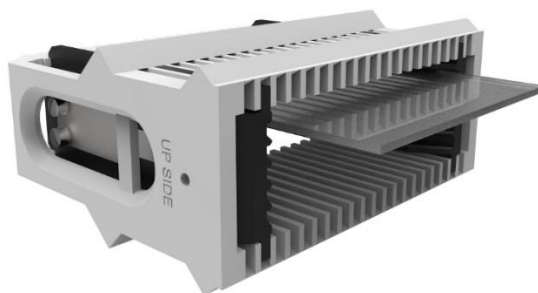

Figure 33 : Insertion d'une lame grand format dans le PANNORAMIC® 1000 panier
1. Si le bouton d'ouverture de porte (**Figure 33 – 1**) est allumé en vert, appuyez dessus.
2. Ouvrir la porte (**Figure 33 – 3**) du compartiment porte-paniers en la faisant glisser vers la gauche.